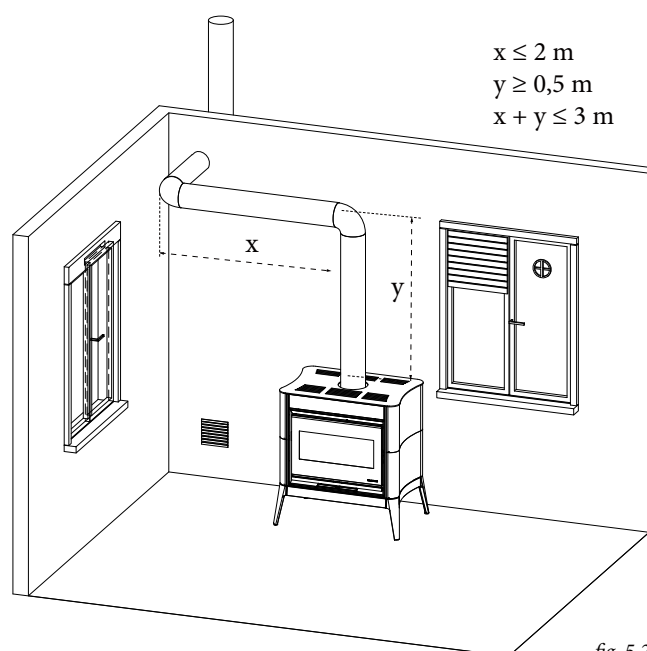

fig. 5.2
- Il **CANALE DA FUMO** tra focolare e condotto fumario dovrà avere la stessa sezione dell'uscita fumi della stufa. Il canale da fumo deve essere a tenuta ed è vietato l'uso di tubi metallici flessibili estensibili. Per raccordare la stufa al camino è possibile effettuare al massimo 3 cambi di direzione non superiori a 90°, con una lunghezza del canale da fumo non superiore a 2 metri in proiezione orizzontale e al massimo 3 metri totale (fig. 5.2).